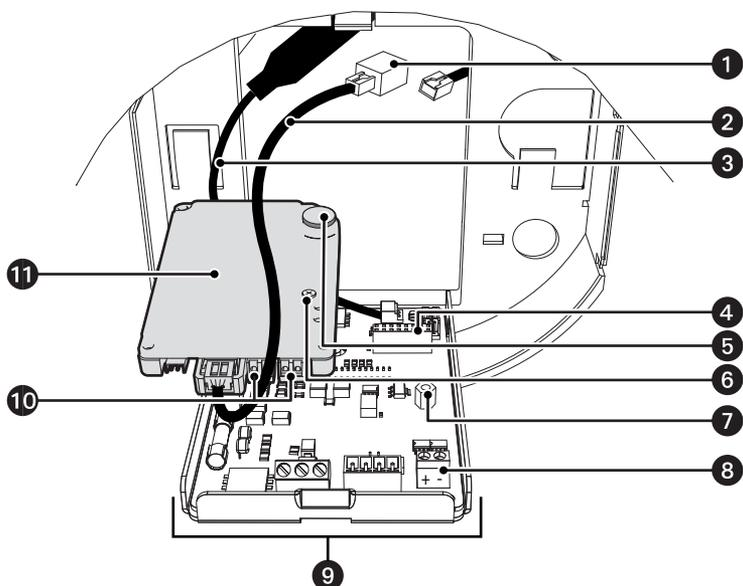

Figura 8. Extracción del TXB-N
2. Extraiga el TXB-N de la placa de circuitos de la caja posterior (consulte la Figura 8):